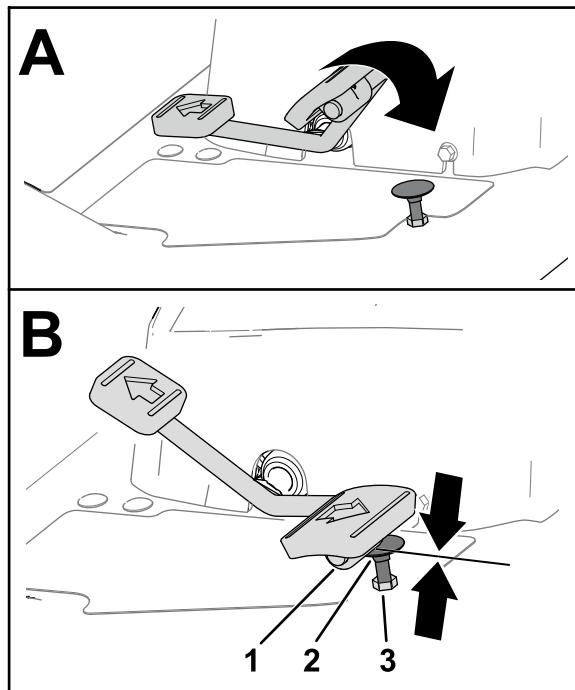
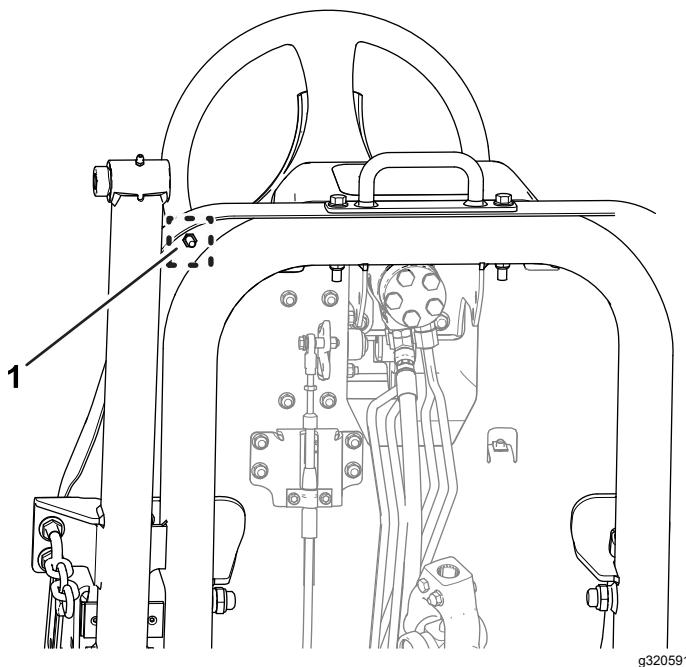

Figure 76
Figure 77
1. Poussez complètement la pédale de déplacement en avant (Figure 76).
- A. Bloquez la butée de la pédale de déplacement (Figure 76) avec une clé.
- B. Desserrez l'écrou de blocage au bas du repose-pied (Figure 77).
- Poussez complètement la pédale de déplacement en position avant (Figure 76).
- Tout en maintenant la butée de la pédale de déplacement, réglez l'écrou de blocage situé au-dessus du repose-pied (Figure 76) jusqu'à ce que la pédale touche la butée.
- Tout en maintenant la butée de la pédale de déplacement, serrez l'écrou de blocage au bas du repose-pied (Figure 76 et Figure 77) à un couple de 37 à 45 N·m.